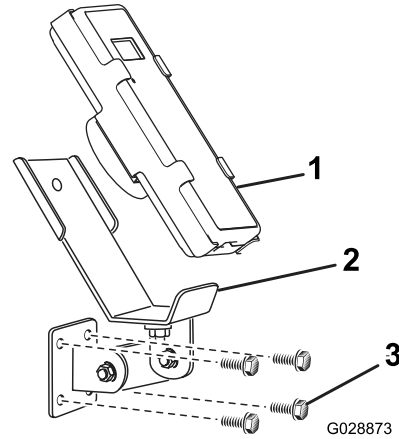

**Figura 13**
- Instale el control remoto de mano en el soporte magnético remoto, una las dos mitades para ajustarlo y apriete el perno del imán (Figura 13).